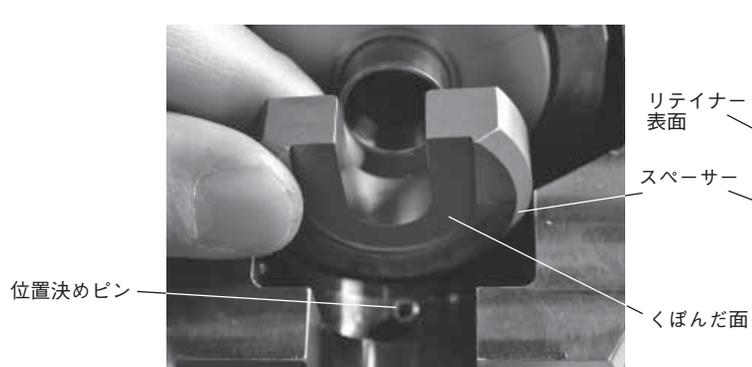
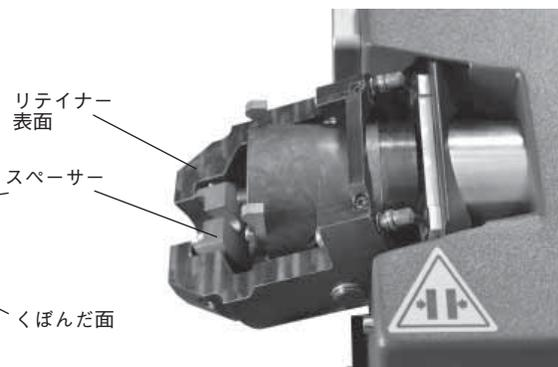

図 10：スペーサーを取り付ける
図 11：スペーサーとリテイナーが
3. スペーサーをリテイナー内に取り付けます (スペーサーのくぼんだ面がパックとは逆向きになるように)。その際、位置決めピンの位置を揃え、スペーサーを下にスライドさせてリテイナー表面と同じ高さにします (図 10 / 図 11)。